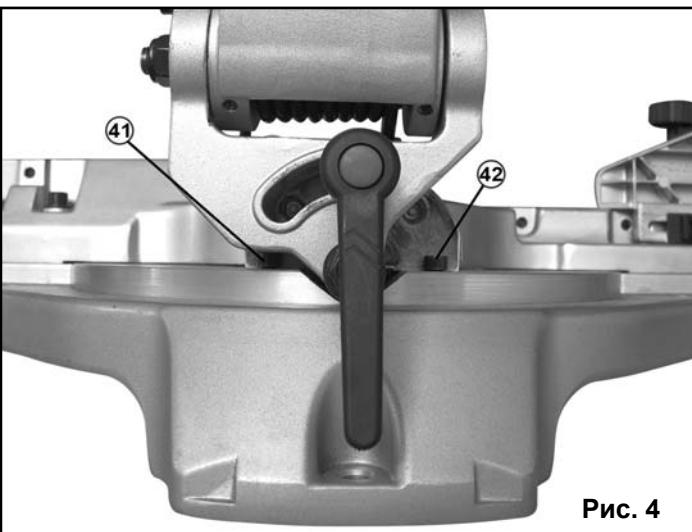

Рис. 4
- Поверните винт 41 (Рис.4) по часовой или против часовой стрелке в зависимости от регулировки;
- Поверните винт 42 (Рис.4) по часовой или против часовой стрелке в зависимости от регулировки;